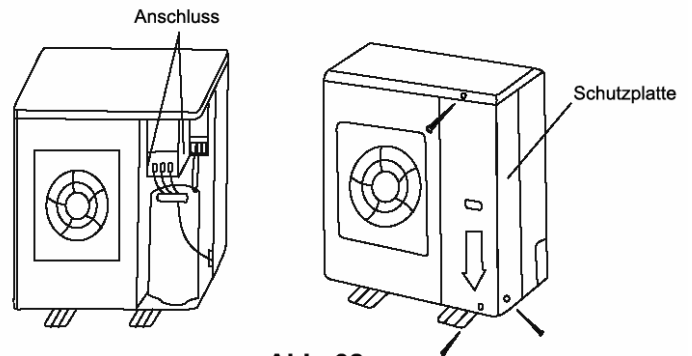

Abb. 32
**ACHTUNG:** Abbildung 32 beruht auf dem Standardmodell, das leicht von Ihrem Außengerät abweichen kann.